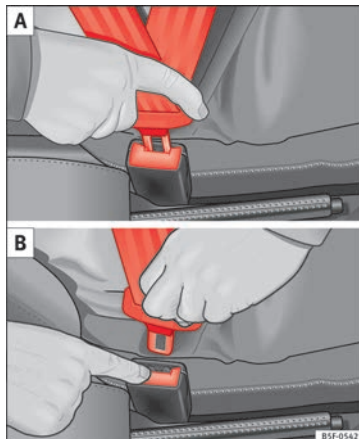

Abb. 10 Schlosszunge des Sicherheitsgurts in das Gurtverschluss einstecken und vom Gurtverschluss lösen.
• Stecken Sie die Schlosszunge in das zum Sitz gehörende Gurtschloss, bis sie hörbar einrastet »» **Abb. 10 A.**
• Drücken Sie die rote Taste am Gurtschloss »» **Abb. 10 B.** Die Schlosszunge springt heraus »» **△.**